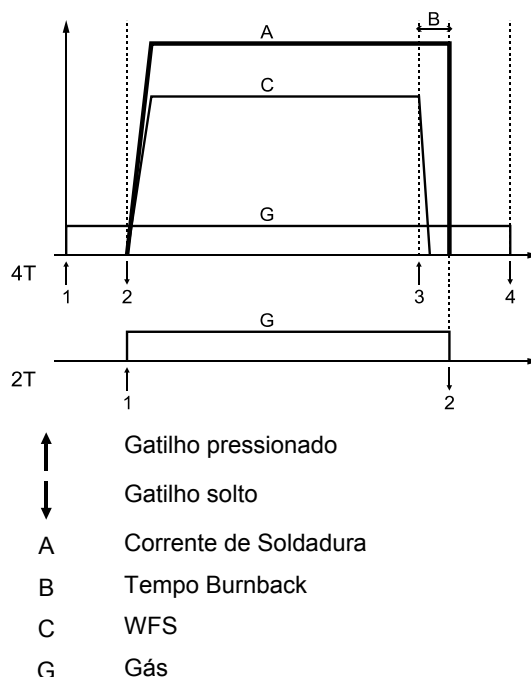

Figura 8.
27. **Comutador do modo da pistola:** permite seleccionar o modo da pistola de 2 passos ou 4 passos. A funcionalidade do modo 2T/4T é apresentada na Figura 8.